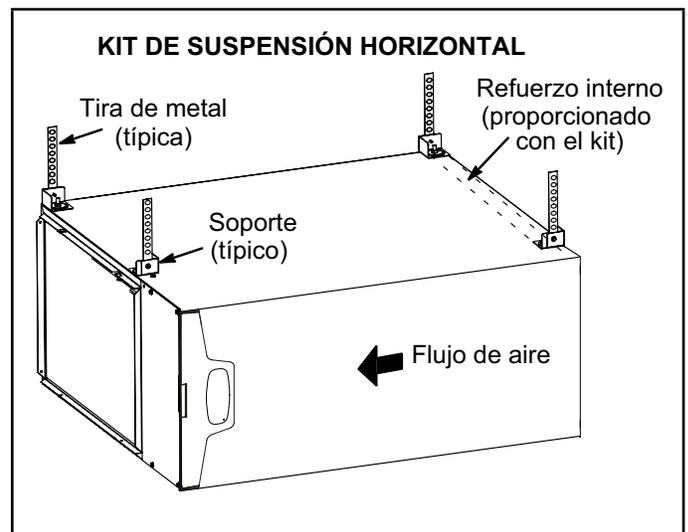

**FIGURA 17**
Consultar la Figura 17 con respecto a los espaciamientos en las aplicaciones horizontales.
- 1 - Seleccione la ubicación de la unidad teniendo en cuenta el espaciamiento de servicio y otros espaciamientos necesarios. Ver la Figura 17.